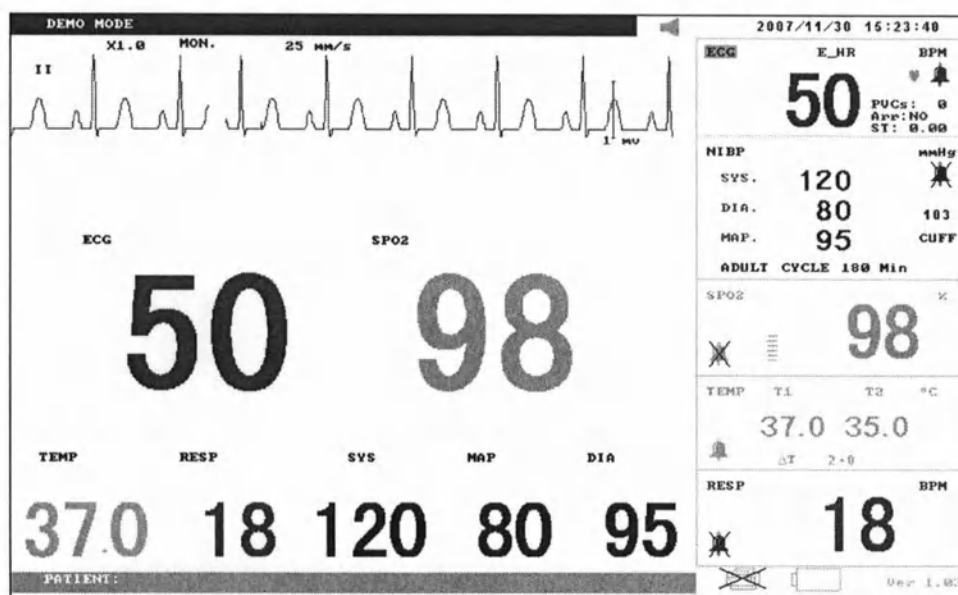

Рис. 20. Увеличенное отображение данных
16.4.2.2. Режим увеличенного отображения данных (рис. 20).